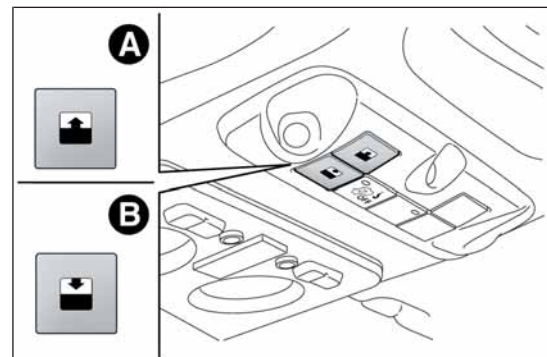

fig. 54
El techo practicable sólo funciona con la llave de contacto en posición MAR. Los mandos A y B fig. 54 situados en la moldura, al lado del plafón delantero, dirigen las funciones de apertura y cierre del techo.
Mediante la pulsación del botón A fig. 54 se activan dos modalidades de apertura del panel delantero de cristal.
Mediante la pulsación del botón B fig. 54 se activan dos modalidades de cierre del panel delantero de cristal.
- ☐ pulsar el botón B fig. 54 hasta que se cierre el techo completamente. Soltar el botón;